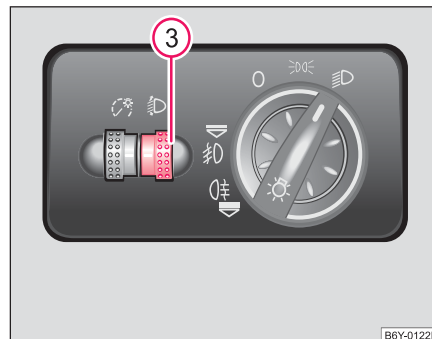

Fig. 31 Tableau de bord: Réglage de la portée des phares
- Faites tourner le régulateur rotatif  ⇒ fig. 31 jusqu'à ce que les feux de croisement soit réglés de manière que les autres usagers de la route ne soient pas éblouis. ►